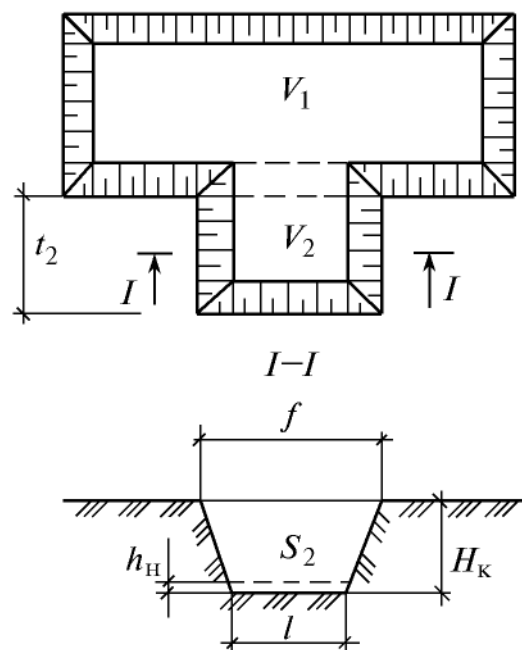

Рис. 3. План котлована
Например, на рис. 3 приведен план котлована, который можно разбить на два объема  $V_1$  и  $V_2$ .  $V_1$  подсчитывается по формуле (1), а  $V_2$  как площадь трапеции (сечение I–I), умноженная на длину части котлована: